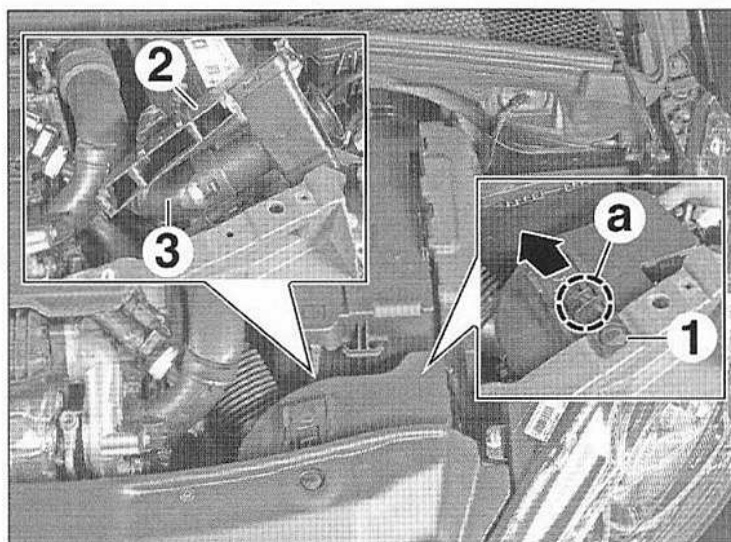

FIG.21
- Déposer l'agrafe (1) (Fig.21).
- Déposer l'ensemble résonateur d'air (2) et conduit d'air (3).